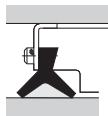

Рис.1 Грязесъемник в крепеже моделей SE и SEB
- (1) В линейных опорах качения LM затруднено удаление посторонних частиц, которые попадают внутрь в результате недостаточности предпринятых мер по защите от пыли. Это часто приводит к повреждению дорожек качения и линейных опор качения LM. Следует обращать особое внимание на то, чтобы не допускать попадания внутрь грязи и пыли.
- (2) Все крепежные элементы для линейных опор качения LM моделей SE и SEB должны оснащаться специальным резиновым грязесъемником с двойной кромкой с целью обеспечить надежную защиту от пыли и других загрязнений. Защитный эффект усиливается, если при установке крепления между двумя кромками нанести смазку, как показано на Рис.1.